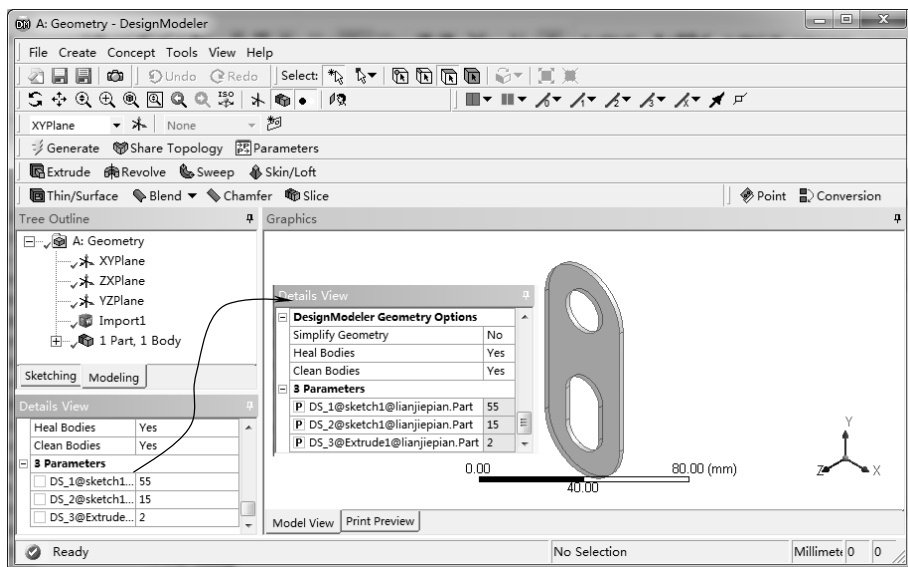

图 12-25 生成几何图形后的 DesignModeler 界面
4) 进入 DM 后, 设计树中【Import1】节点前面显示⚡, 表示需要生成, 图形窗口没有图形显示。单击  Generate 按钮, 生成几何体, 即可在窗口右侧显示出几何图形。分别单击详细设置窗口下的【3 Parameters】下的 3 个 DS 开头参数, 使其前面显示 P 符号, 可将该 3 个参数设置为参数化, 如图 12-25 所示。